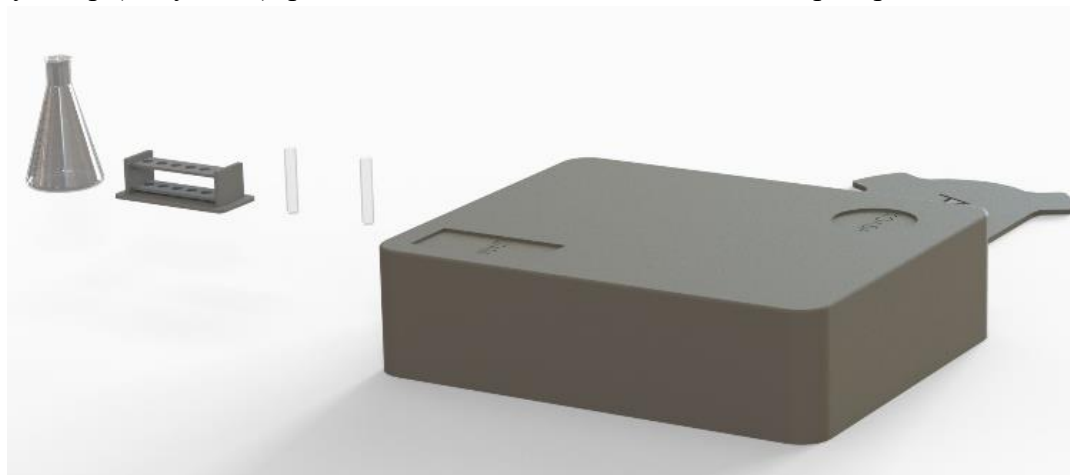

Рисунок 2 – 3D модели лабораторного оборудования
- интегрировать приложенные 3D модели лабораторного оборудования (Приложение Г) в симулятор (Рисунок 2), расставить согласно надписям на лабораторной панели;